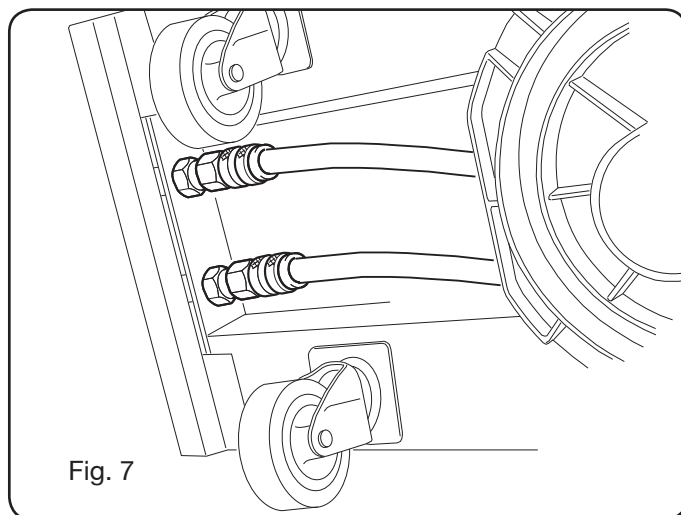

Fig. 7
- Sluit de leidingen van de koelvloeistof aan op de snelkoppelingen aan de onderkant van de draad sleepwagen (zie Afb. 7). Neem de kleuren, aangeduid aan de voorkant van de wagen, in acht.